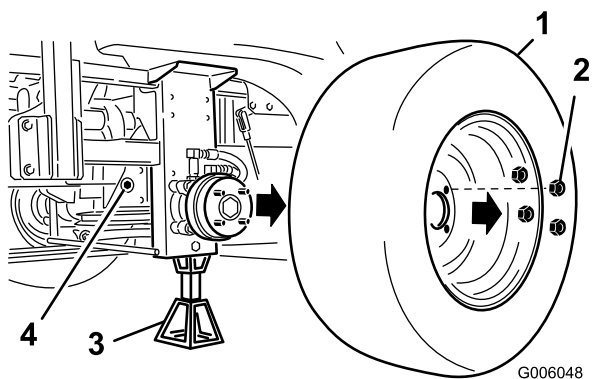

Figure 50
7. Localisez le trou du châssis et enlevez le bouchon latéral du boîtier d'engrenages. (Figure 50).